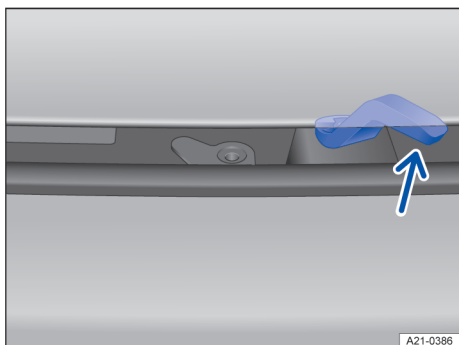

Fig. 192 Deasupra grilei radiatorului: maneta de deschidere a capotei față.
3. Ridicați puțin capota și simultan apăsați maneta de deschidere în sensul săgeții → fig. 192, pentru a deschide complet capota.